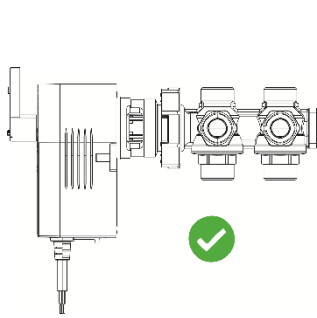
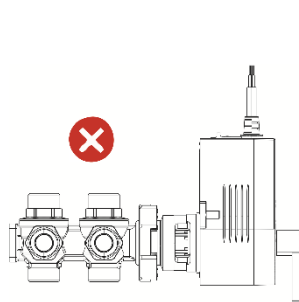

Fig.1
Fig.3
E' opportuno che il motore **MT 064** sia installato come rappresentato nelle figure 1 e 2. L'installazione in posizione verticale o rovesciata rappresentata nelle figure 3 e 4 potrebbe compromettere il funzionamento del prodotto e essere pericolosa dal punto di vista elettrico.
*It is opportune for the **MT 064** motor to be installed as shown in Figures 1 and 2. Installation in vertical position or rovesciata represents figure 3 and 4 which may compromise the operation of the product and will not affect the electrical view point.*
*Il est opportun d'installer le moteur **MT 064** comme indiqué dans les figures 1 et 2. L'installation en position verticale ou rovesciata représente la figure 3 et 4 qui peut compromettre le fonctionnement du produit et n'affectera pas le point de vue électrique.*